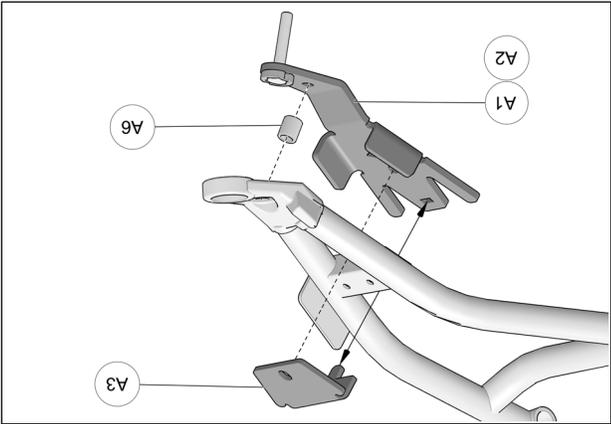

Fig. 15
5. Positionner la partie inférieure de l'ancrage anti-rotation (A1-A2) sous le bras de suspension inférieur. Positionner la partie supérieure (A3) au-dessus du bras de suspension et insérer le tenon de la partie pliée dans le trou rectangulaire de la partie inférieure. Insérer la douille (A6) entre l'ancrage et le bras de suspension, à la position montrée à la Fig. 15